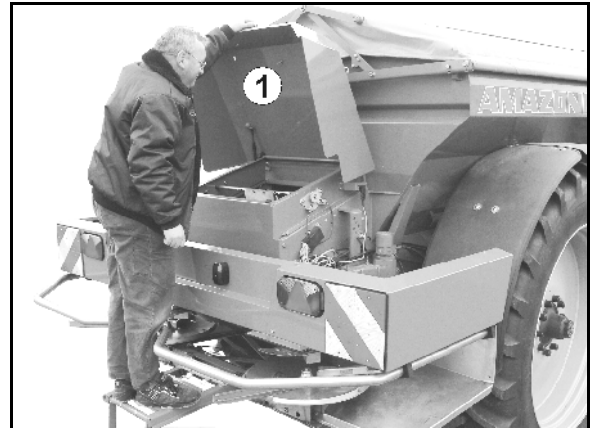

Bild 79
1. Lossa låsknappen på kåpan (Bild 79/1).